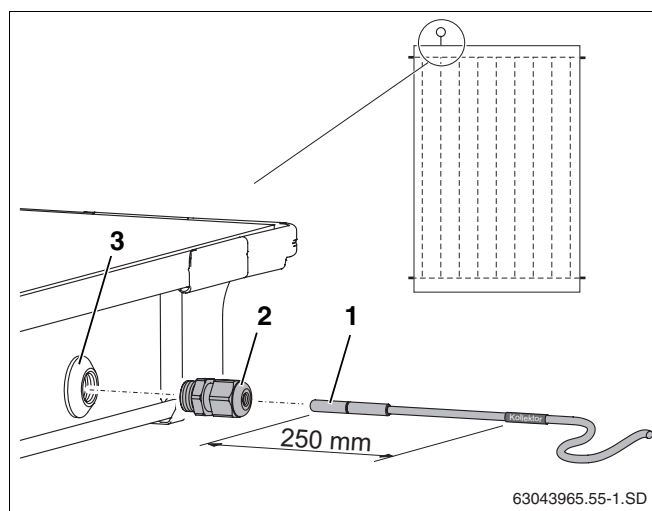

Рис. 33 Установка датчика в коллектор
Для исправной работы солнечной установки необходимо, чтобы коллекторный датчик (рис. 33, поз. 1) был вставлен в установочную трубку до упора (примерно на 250 мм).
- Проткнуть датчиком или отверткой уплотнительный слой в гильзе (рис. 33, поз. 3).
- Закрутить зажимную втулку (рис. 33, поз. 2) в гильзу.
- Затянуть зажимную втулку (рис. 33, поз. 2), удерживая от сворачивания.
Если Вы проткнули гильзу (рис. 33, поз. 3) не в том коллекторе, в котором нужно, то ее нужно плотно закрыть заглушкой из комплекта для подключения. Но прежде нужно, используя резьбовую втулку (рис. 33, поз. 2), удалить находящуюся в гильзе гайку.